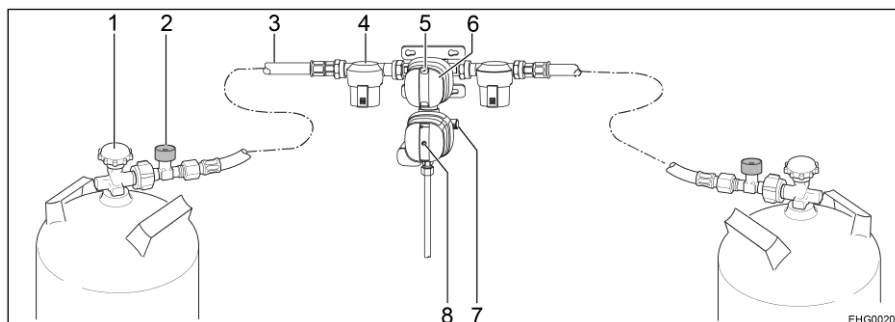

Bild 92 Säkerhetsgastryck-styrssystem DuoControl CS
DuoControl-styrsystemet består av en omkopplingsventil och en crashsensor. DuoControl-styrsystemet är monterat mellan högtrycksslangarna (Bild 92,3) med slangbrottssäkring (Bild 92,2). Med vredet (Bild 92,6) på omkopplingsventilen ställer du in vilken gasflaska som ska användas som driftflaska och vilken som ska användas som reservflaska.
I fönstret (Bild 92,5) visas gasförsörjningens status:
**Crashsensor** Crashsensorn stänger av gastillförseln vid kraftig vibration (t. ex. vid en krock). Den gula återställningsknappens (Bild 92,8) läge indikerar crashsensorns driftstatus:
- När den gula återställningsknappen (Bild 92,8) är intryckt är crashsensorn driftklar.
- När den gula återställningsknappen (Bild 92,8) sticker ut är crashsensorn **inte** driftklar. Idrifttagning, se nedan.
**Slangbrottssäkring** Slangbrottssäkringen (Bild 92,2) stänger av gasflödet om den anslutna slangen går sönder. Slangbrottssäkringen måste aktiveras genom att trycka på den gröna knappen.
- Med vredet (Bild 92,6) på omkopplingsventilen väljs gasflaskan, som ska prioriteras (driftflaska). Vrid alltid vredet till stoppläget.
- Öppna huvudavstängningsventilerna (Bild 92,1) på gasflaskorna.
- Tryck in slangbrottssäkringens gröna knapp (Bild 92,2) i cirka 5 sekunder. I fönstret (Bild 92,5) visas den gröna markeringen.
- Om crashsensorn har utlöst (den gula återställningsknappen (Bild 92,8) sticker ut):
Tryck in den gula återställningsknappen (Bild 92,8) hårt, vrid lätt medurs och håll den intryckt i 5 sekunder. Säkerställ att återställningsknappen stannar klar i det intryckta läget ("driftklar").
- Stäng huvudavstängningsventilerna (Bild 92,1) på gasflaskorna.
Om den gröna kontrolllampan (Bild 93,6) slocknar under drift och den röda kontrolllampan (Bild 93,5) tänds är driftflaskan tom och måste bytas ut. I fönstret (Bild 92,5) för gasflaskan visas den röda markeringen. Gasförbrukarna försörjs med gas från reservflaskan.
- Vrid vredet (Bild 92,6) till stoppläget i riktning mot den aktuella gasflaskan. Då blir denna gasflaska driftflaska och den tomma flaskan blir reservflaska. Markeringen i fönstret (Bild 92,5) växlar från rött till grönt.
- Stäng huvudavstängningsventilen (Bild 92,1) på den tomma gasflaskan. Beakta pilriktningen.
- Tryck på den gröna knappen på slangbrottssäkring (Bild 92,2).